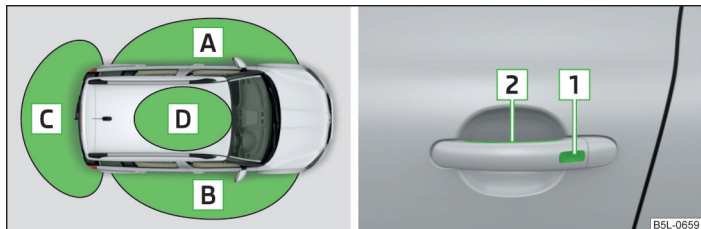

Fig. 14 KESSY: Designación de las zonas / sensores en el tirador de la puerta delantera
Zonas de desbloqueo o bloqueo » fig. 14
El sistema KESSY (Keyless Entry Start Exit System) permite un desbloqueo o bloqueo del vehículo sin el uso activo de la llave. La llave debe encontrarse en una de las zonas **A**, **B** o **C** » fig. 14 (hasta unos 1,5 m del vehículo).
► Sujete el tirador de la puerta delantera o cubra con toda la superficie de la mano el sensor **2** » fig. 14 » **!**.
► Toque el sensor **1** » fig. 14 con los dedos.
► Toque el sensor **1** » fig. 14 con los dedos dos veces en el lapso de 2 segundos.
El sistema KESSY puede encontrar la llave válida, incluso si ha sido olvidada, p. ej., en la parte delantera del techo del vehículo **D** » fig. 14. Por eso, es necesario saber en todo momento dónde se encuentra la llave.